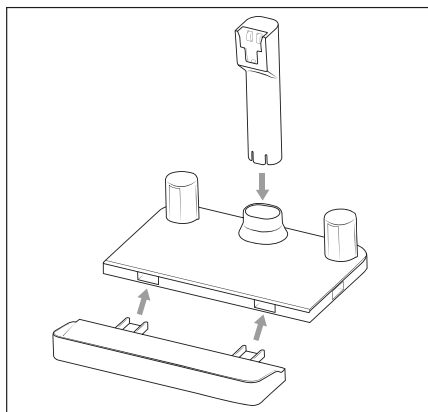

Abb. 4
- 1) Stecken Sie die Ladestation **15** zusammen und befestigen Sie die Gerätehalterung **17** der Ladestation **15** (siehe Abb. 4).